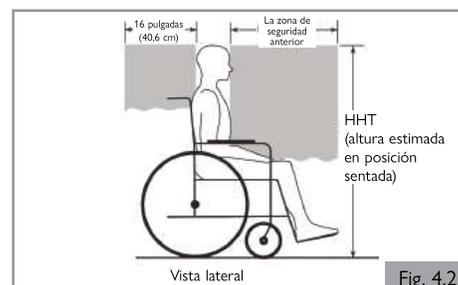

Fig. 4.2
7. La altura sentada estimada (HHT) desde el suelo hasta la parte superior de la cabeza del ocupante de la silla de ruedas oscila entre aproximadamente 47 pulg. (119 cm) para una mujer adulta pequeña y 61 pulg. (155 cm) para un hombre adulto alto (Fig. 4.2).